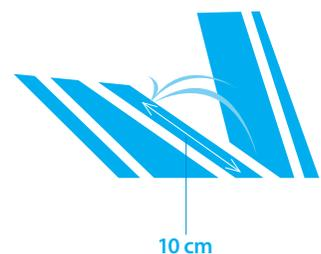

Fig 8. Distancia de chorro de agua.
- Si el chorro de agua cae fuera, debe regular con las válvulas dentro del Bebedero, cada salida cuenta con una válvula reguladora. El chorro de agua debe caer a una distancia máxima de 10cm de la boquilla hacia la coladera. (Fig 8).